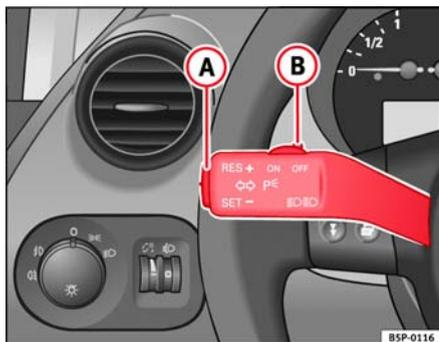

Fig. 142 Palanca de intermitentes y de luz de carretera: mando y tecla basculante para el regulador de velocidad
- Presione la parte superior de la tecla basculante **RES** ⇒ fig. 142 **A** para aumentar la velocidad. El vehículo acelerará mientras mantenga la tecla presionada. Al soltar la tecla quedará memorizada la nueva velocidad.
Si se reduce la velocidad programada pisando el pedal del freno, se desactiva el regulador de velocidad. Si quiere activar de nuevo el regulador, bastará con presionar una vez la parte superior de la tecla basculante **RES+** ⇒ fig. 142 **A**.